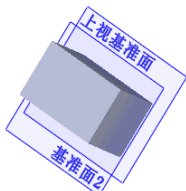

图 10.5.14 基准面 2
Step5. 单击“基准面”对话框中的  按钮，完成图 10.5.14 所示的基准面 2。